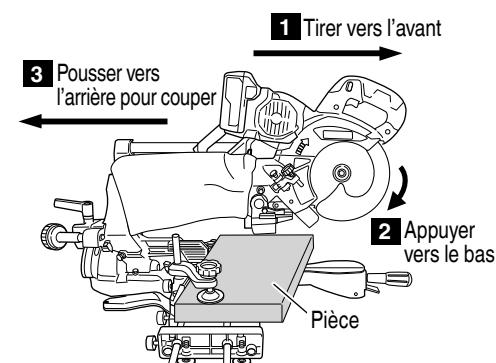

Fig. 33
- (1) Pièces de 58 mm de hauteur et 310 mm de largeur: Desserrer le boulon de fixation coulissant à oreilles (Fig. 33), saisir la poignée et faire glisser la lame de scie vers l'avant.